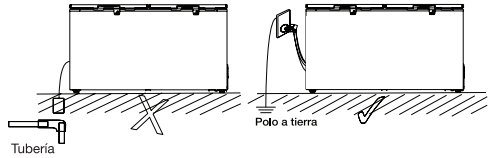

Fig. 5
• Como medida de seguridad este artefacto posee una clavija con 3 terminales, una de estas para conexión con polo a tierra (Ver Fig.5). Verifique lo siguiente antes de conectar: